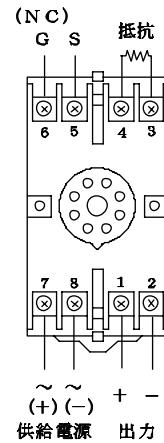

図2
2. 配線は図2の接続図により接続し、電線は回路の定格量に適合するものを使用してください。